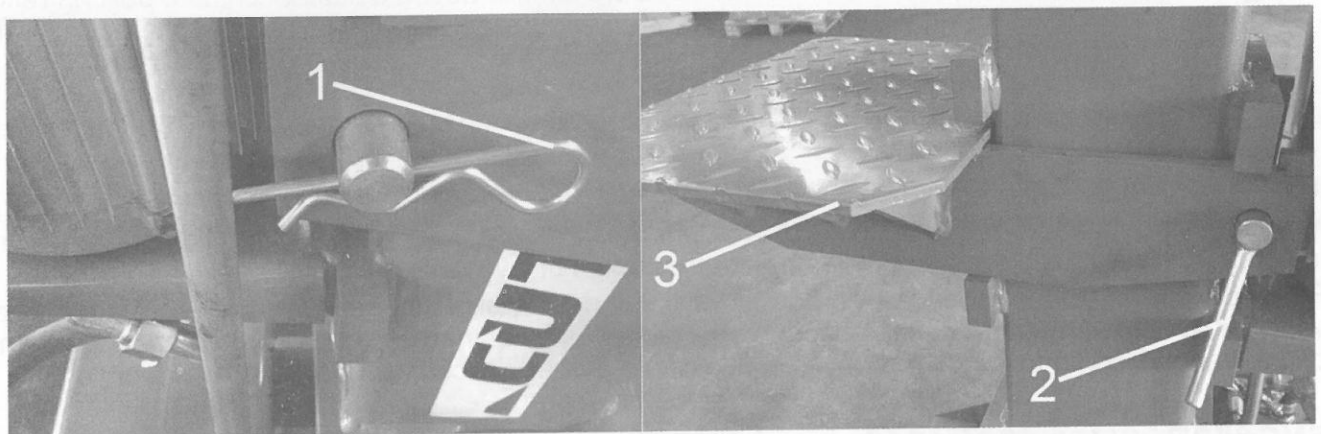

Fig. 8
- ▶ Togliere l'apposita spina di sicurezza (1 Fig. 8).
- ▶ Sfilare lo spinotto (2 Fig. 8).
- ▶ Afferrare saldamente con entrambe le mani il piano di lavoro (3 Fig. 8) sfilarlo e riposizionarlo nella sede prevista.
- ▶ Infilare lo spinotto (2 Fig. 8).
- ▶ Inserire l'apposita spina di sicurezza (1 Fig. 8).